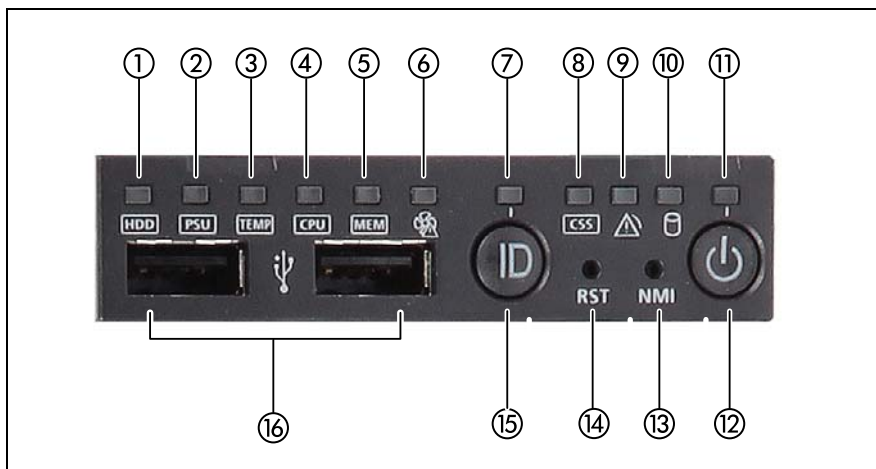

図 13: 前面 (表示ランプとコントロール)
電源表示ランプ（61 ページの図 13 のアイテム 11）がオレンジ色に点灯します。
- ▶ 電源ボタン（61 ページ の図 13 のアイテム 12）を押します。
電源表示ランプが緑色に点灯します（61 ページ の図 13 のアイテム 11）。